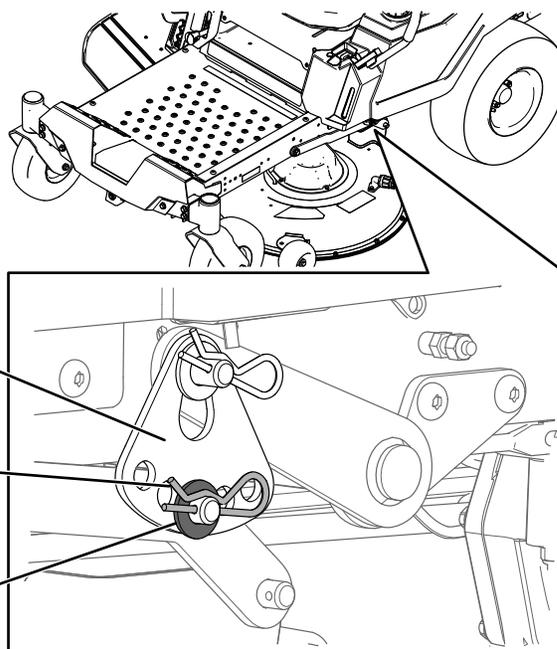

Рисунок 73
6. Извлеките шплинт и шайбу из нижнего штифта рычага подъема (Рисунок 73).